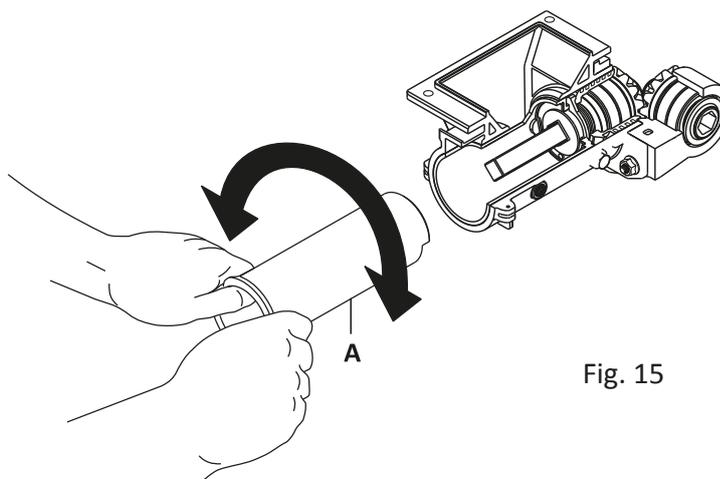

Fig. 15
Ao realizar manutenções ou trocas do Sem-Fim, sem a necessidade de remover o fertilizante da caixa, utilize o Tubo Manutenção (A) Fig.15, retirando o Cj. Bocal NG e introduzindo o tubo em movimentos giratórios, promovendo o deslocamento do fertilizante até o fundo do dosador. O Tubo Manutenção apresenta um ângulo de corte na extremidade para facilitar esta operação.